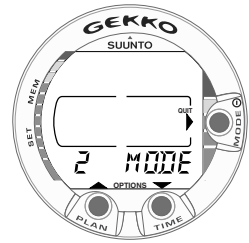

Fig. 4.1. Mode Menu [2 MODE].
1. Pour accéder au mode menu entrez dans le mode plongée et appuyez une fois sur le bouton “CLÉ” (MODE) (Fig.4.1).